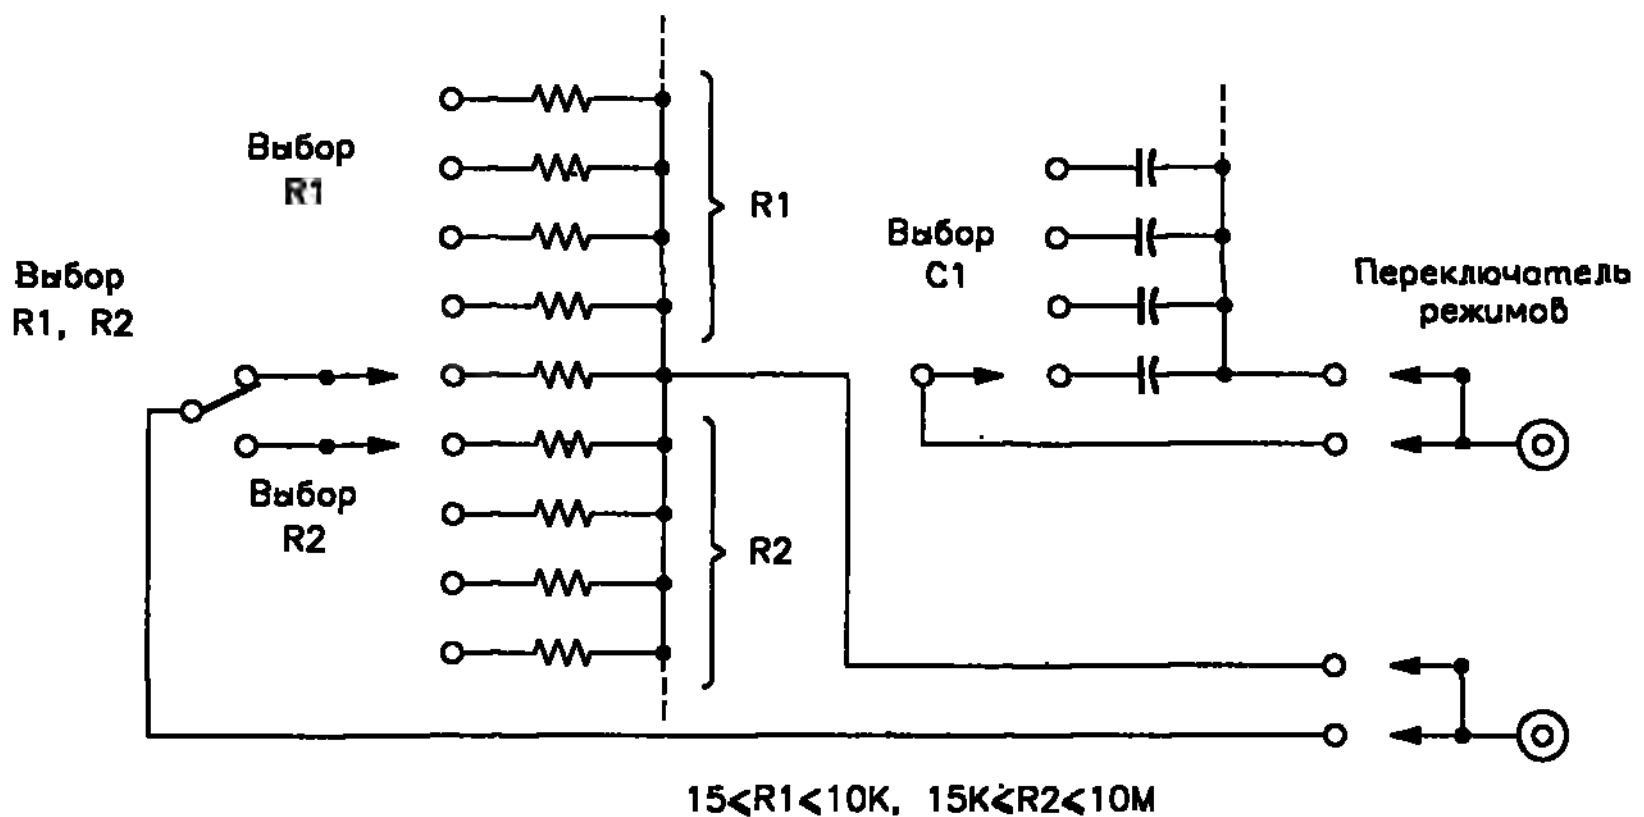
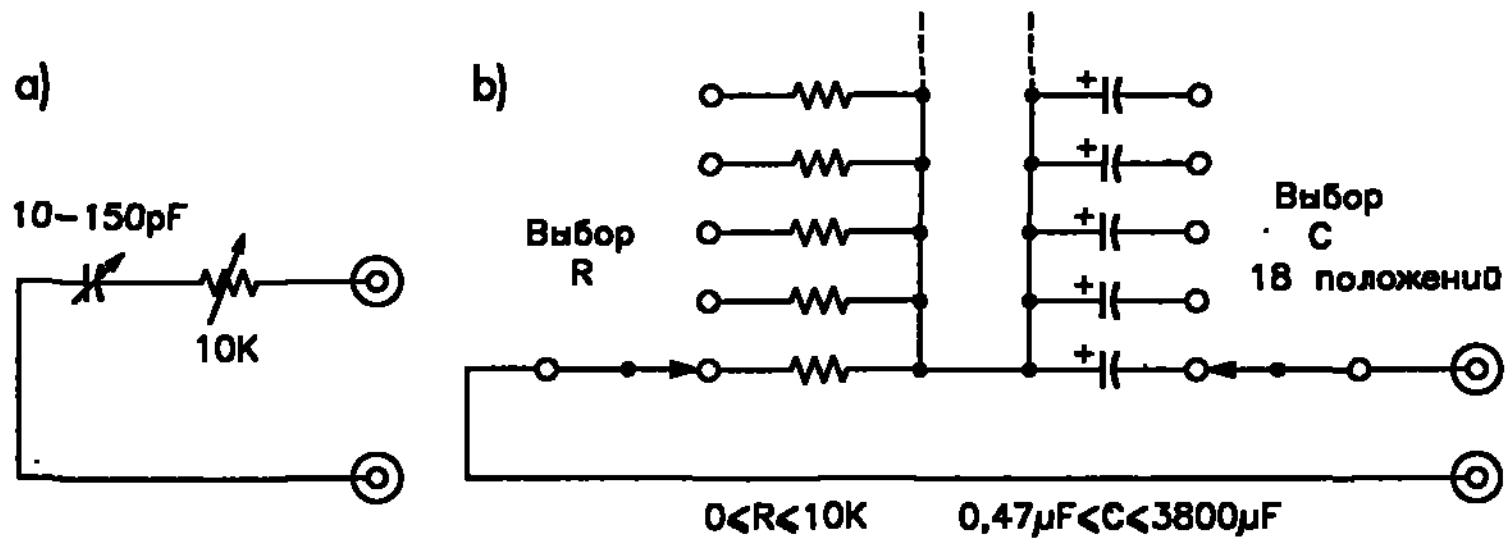

Рис. 2.6. Магазин емкостей и сопротивлений
Рис. 2.7. Самодельные RC-магазины
8. Несколько RC-магазинов. Можно приобрести устройство VIZ Model WC-412A, которое я с любовью называю «шарманкой» (рис. 2.6), у компании R&D Electronics (1432 South Main Street, Milpitas CA 95035, (408) 262-7144). Или же навести справки непосредственно в компании VIZ (175 Commerce Drive, Fort Washington, PA 19034, (800) 523-3696). Этот блок разрешается использовать в следующих режимах: R, C, R и C последовательно и параллельно, разомкнутая цепь, короткозамкнутая цепь. Эти магазины незаменимы для определения причины неполадок и при проведении разнообразных испытаний. Вам могут понадобиться блоки, параметры которых выходят за пределы значений, обеспечиваемых «шарманкой». У себя в лабораториях мы собрали несколько примитивных вариантов таких магазинов (рис. 2.7). Схема, показанная на рис. 2.7а, позволяет использовать небольшие переменные значения емкости и полезна при работах по устойчивости операционных усилителей и других требующих аккуратного обращения схем. Вы можете самостоятельно сделать шкалы и оттарировать их в соответствии с конкретными значениями емкости и сопротивления.